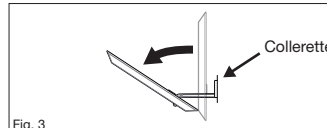

Fig. 3
- Détachez et retirez (1) deux pellicules de protection de la pièce d'adhésif ronde. Placez l'adhésif au bout du bras et faites adhérer le bras à l'arrière du support d'ancrage en maintenant la barre en position verticale. Le bras doit reposer à l'intérieur de l'anneau. ***Il est important que le bras soit toujours à la verticale.***
- Détachez et retirez les (1) protections de chacun des deux morceaux de ruban adhésif situés sur la barre de support de l'ancrage mural. L'adhésif est nécessaire pour permettre à la barre de support de l'ancrage mural d'adhérer à l'arrière du mur, assurant ainsi un placement correct. (Cela permettra à la barre de rester droite pendant l'installation.)
- Prenez l'ancrage fourni, inclinez la barre vers le bas à l'extrémité du bras. La barre doit être très légèrement inclinée vers le haut. (Fig. 3)